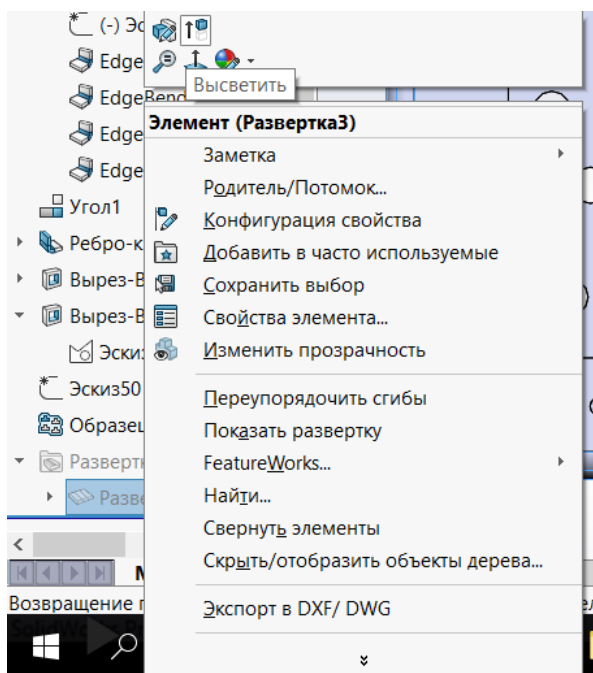

Рисунок 23 – отображение развертки
26. В дереве модели выбрать элемент «Развертка», нажать правой кнопкой мыши – Высветить (рис. 23).